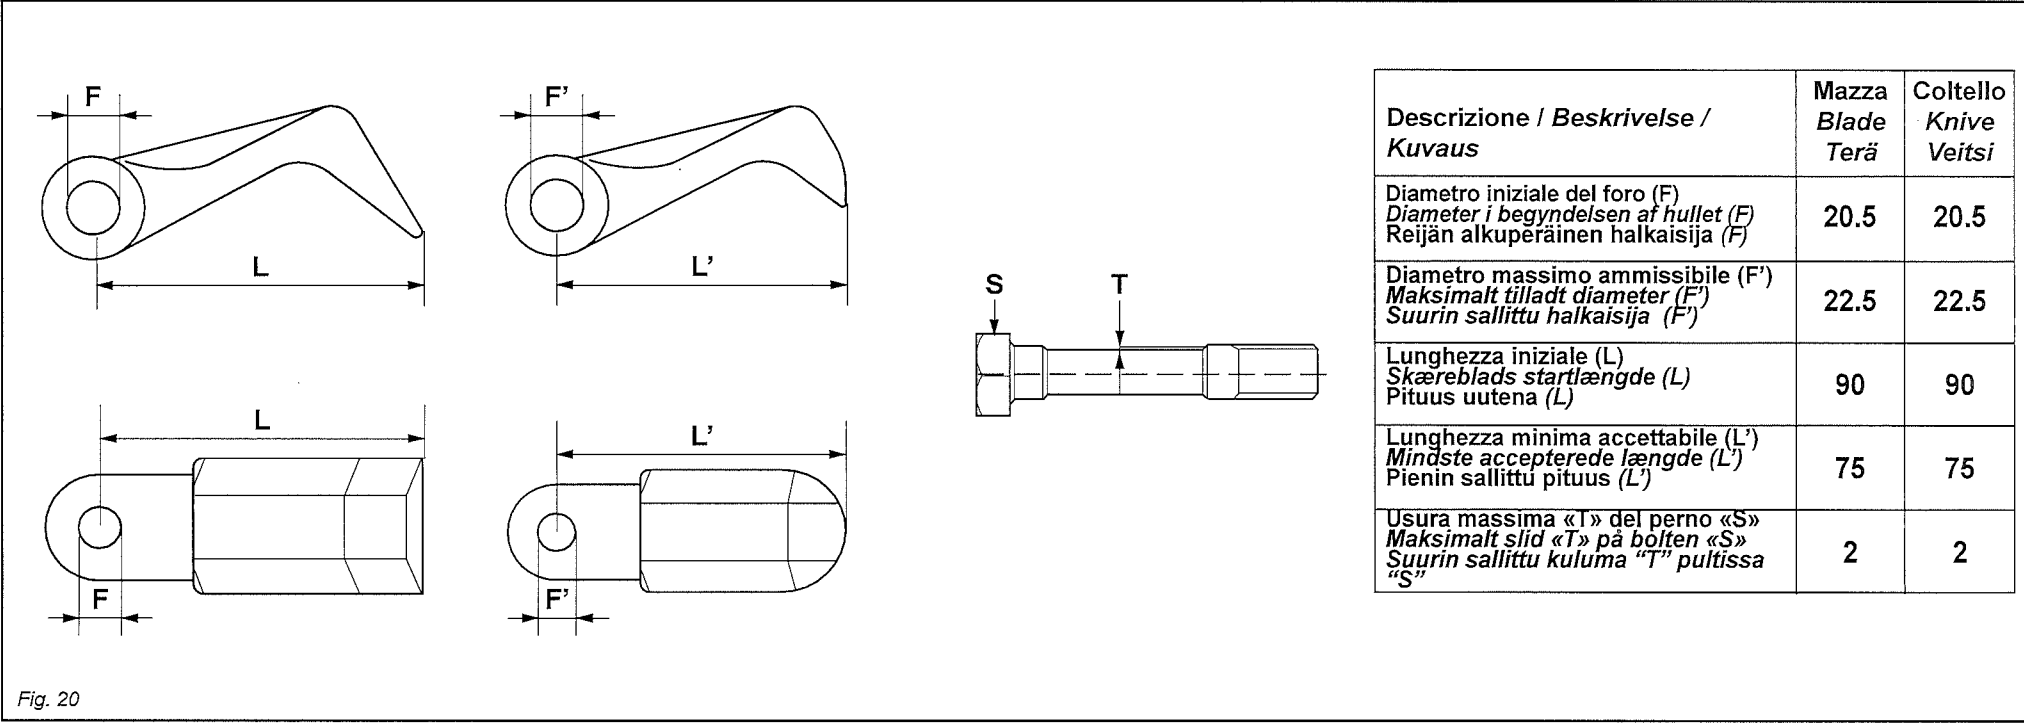

Fig. 20
- Diametern på fästhålet «F» får inte ovaliseras mer än 2 mm, i förhållande till ursprunglig diameter (fig. 20).
- Längden «L» på knivarna får inte lov att förkortas mer än 15 mm i förhållande till ursprunglig längd (fig. 20).
- Slitaget «T» på tappen överstiger 2 mm (fig. 20).
- Diameteren på fastgøringshullet «F» må ikke blive mere deformt end 2 mm i forhold til den originale diameter (Fig. 20).
- Skærebladenes længde «L» må ikke komme under 15 mm i forhold til den originale længde (Fig. 20).
- Sliddet «T» på den bolten er større end 2 mm (Fig. 20).